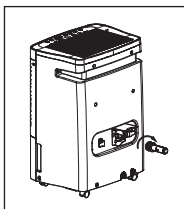

fig. 2
- b. Vissez complètement le joint de drainage sur la partie filetée du connecteur de drainage à l'unité. (Fig. 2 et 3)